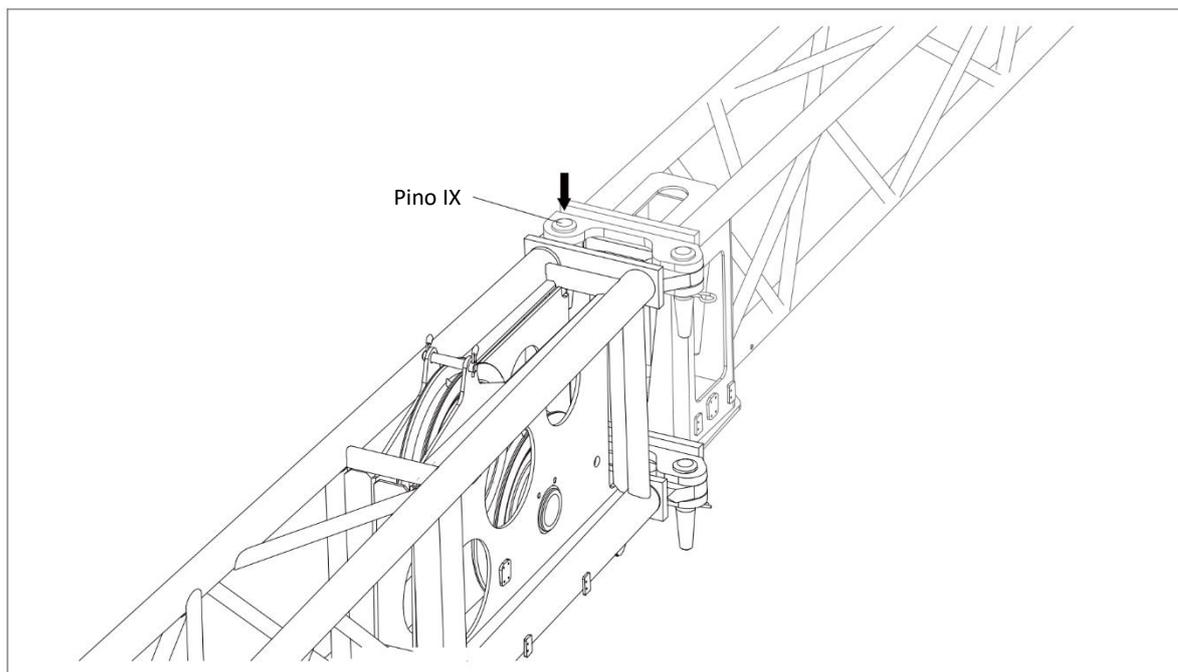

Figura 5-13 Instalação do pino IX
- p) Alinhe a extremidade de seção de braço 2 com os pontos de conexão no lado esquerdo da cabeça da seção de braço 1. Instale o pino IX e grampo de retenção. Consulte a figura 5-13.